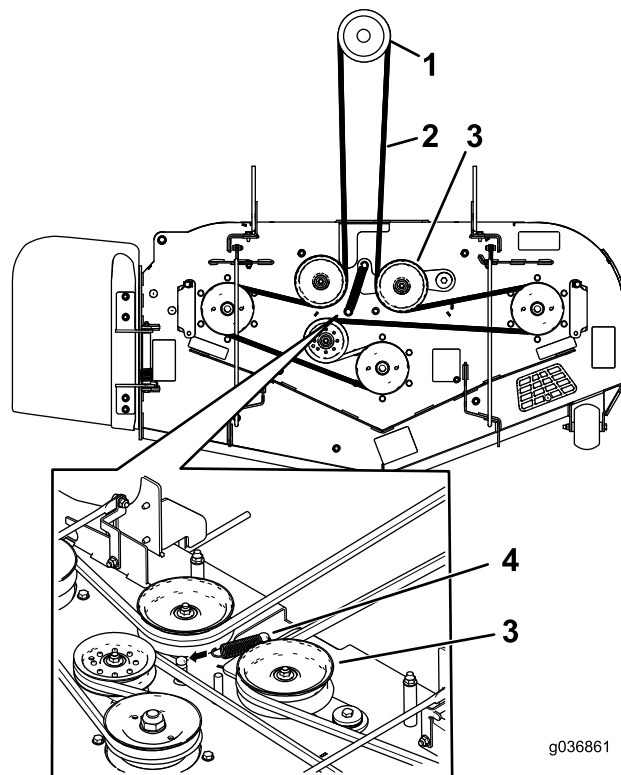

**Bild 60**
7. Entfernen Sie die Riemenabdeckungen und die Schrauben (Bild 60).